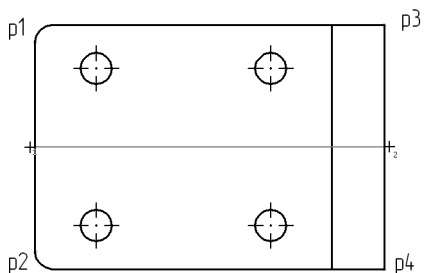

Рис. 54.17.
- 2.7. Аналогичным образом выполните привязку к середине отрезка p3–p4 (рис. 54.17).